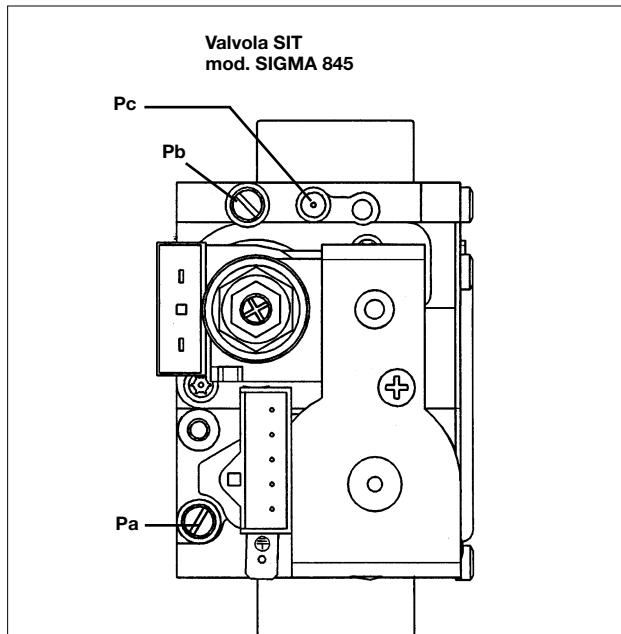
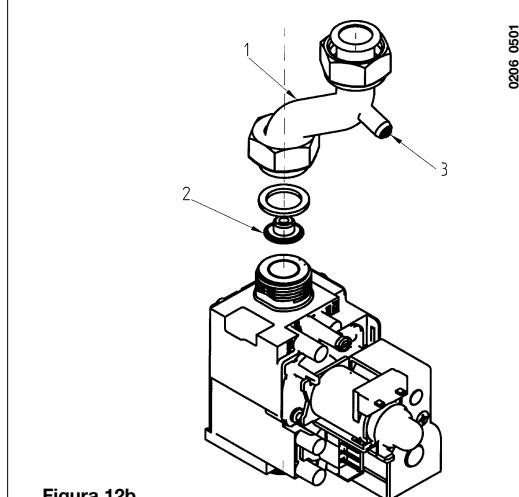

Figura 12a
Figura 12b
- rimuovere il tubo alimentazione gas (1 di Figura 12b);
- sostituire l'ugello per diaframma montato sulla valvola del gas (2);
- collegare la presa di pressione positiva di un manometro differenziale, possibilmente ad acqua, alla presa di pressione (Pb) della valvola del gas (figura 12a). Per i modelli 240 i/Fi utilizzare la presa di pressione (3) presente nel tubo di alimentazione gas. Collegare, solo per i modelli a camera stagna, la presa negativa dello stesso manometro ad un apposito "T" che permetta di collegare insieme la presa di compensazione della caldaia, la presa di compensazione della valvola del gas (Pc) ed il manometro stesso. (Una misura può essere effettuata collegando il manometro alla presa di pressione (Pb) e senza il pannello frontale della camera stagna);
- aprire il rubinetto gas e ruotare la manopola (1) predisponendo la caldaia in posizione Inverno (★);
- verificare che la pressione dinamica di alimentazione della caldaia, misurata alla presa di pressione (Pa) della valvola del gas (figura 12a) sia quella corretta (30 mbar per il gas butano, 37 mbar per il gas propano o 20 mbar per il gas naturale).